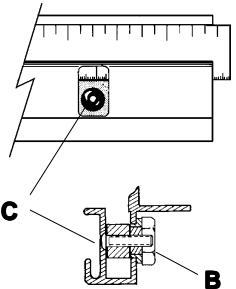

Figure 28
NOTE: One end of each squaring edge bar is fixed in position by its **PIVOT SCREW** near the cutting line. Each of the bars can be raised or lowered slightly by rotating them around their **PIVOT SCREW**. This is done by turning **ECCENTRIC NUTS (B)**, **Figure 28**, one in the **RIGHT SQUARING EDGE BAR** and two in the left. The **LEFT SQUARING EDGE BAR** is very long, so two **ECCENTRICS** are provided to assure the **SQUARING EDGE BAR** can be adjusted straight.
HINWEIS: An dem Ende von jeder **Winkelleiste**, das der Schnittlinie am nächsten liegt, befindet sich eine **Stellschraube**, welche die **Winkelleiste** hält. Jede dieser Leisten kann mit diesen **Stellschrauben** ein wenig angehoben oder gesenkt werden, indem Sie um diese **Stellschrauben** gedreht werden. Das wird durch ein Drehen der **Exzentrilmuttern (B)**, **Abbildung 28**, von denen sich eine in der **rechten Winkelleiste** und zwei in der **linken Winkelleiste** befinden. Da die **linke Winkelleiste** sehr lang ist wurden zwei **Exzentrilmuttern** eingebaut, um sicherzustellen, daß die **Winkelleiste** genauestens eingestellt werden kann.
N.B. Un côté de chaque barre de bord d'équarrissage est maintenu en position grâce à une **VIS PIVOTANTE** près de la ligne de coupe. Chacune des barres peut être abaissée ou relevée légèrement en les faisant pivoter autour de leur **VIS PIVOTANTE**. Ceci est accompli en faisant tourner les **BOULONS EXCENTRIQUES (B)**, **Figure 28**, un dans la **BARRE DE BORD D'ÉQUARRISSAGE DROIT** et deux dans la gauche. La **BARRE DE BORD D'ÉQUARRISSAGE GAUCHE** étant très longue, deux **BOULONS EXCENTRIQUES** sont fournis pour assurer que la **BARRE DE BORD D'ÉQUARRISSAGE** peut être ajustée correctement.